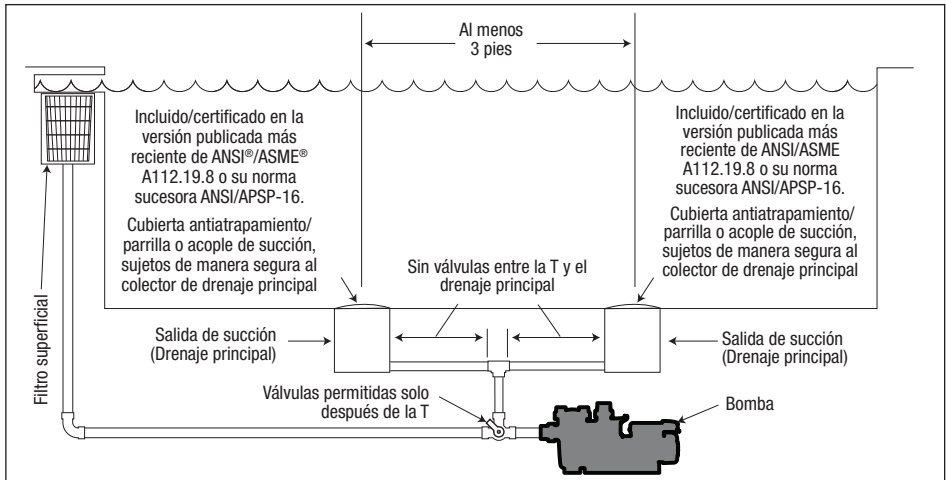

Figura 4. Cantidad de salidas de succión por bomba\*
**Cantidad de salidas de succión por bomba:** Proporcione al menos dos (2) salidas de succión balanceadas hidráulicamente, con cubiertas, como salidas de succión para cada línea de succión de la bomba de circulación. Los centros de las salidas de succión (salidas de succión) de cualquier una (1) línea de succión deben estar a al menos tres (3) pies de distancia de centro a centro. Consulte la *Figura 4*.
El sistema **debe** construirse para incluir al menos dos (2) salidas (drenajes) de succión conectadas a la bomba siempre que la bomba esté en funcionamiento. Sin embargo, si dos (2) salidas de succión van a una única línea de succión, la única línea de succión puede estar equipada con una válvula que apague ambas salidas de succión desde la bomba. El sistema se construirá de tal modo que no permita el cierre o el aislamiento separado independiente de cada drenaje. Consulte la *Figura 4*.